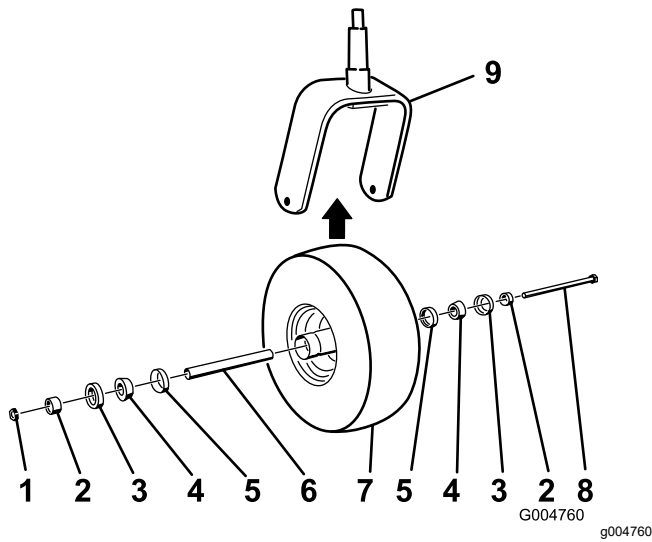

図 42
2. 端子ボルトからナットを外す 図 42。
- コーンベアリングにグリスをパックし、ベアリングとシールをホイールハブに入れ、図 42 に示すようにキャスタホイールを組み付ける